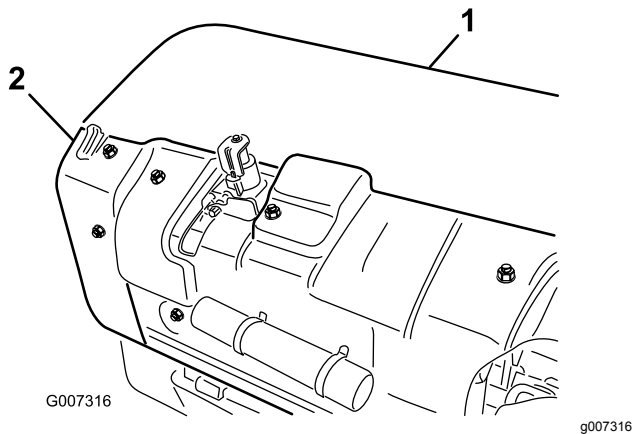

图34
- A. 拆下打孔头后盖 图34。
- B. 拆下皮带轮护罩的安装螺栓取下护罩 图34。